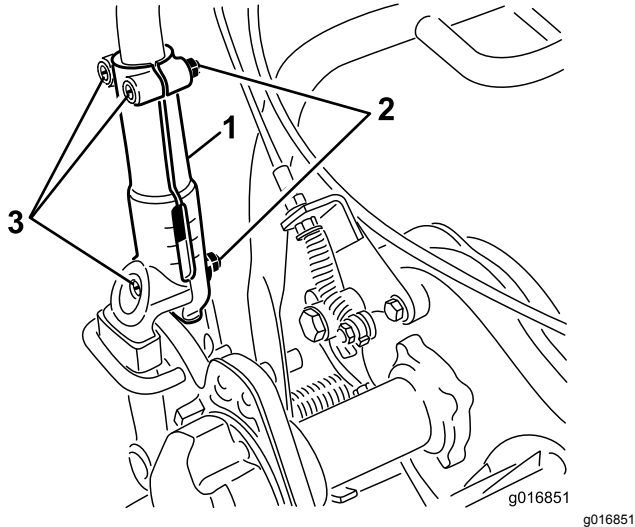

Bild 31
1. Lösen Sie die drei Schlossschrauben und Muttern, mit denen jede Seite des Holm in den Holmklemmen befestigt ist (**Bild 31**).